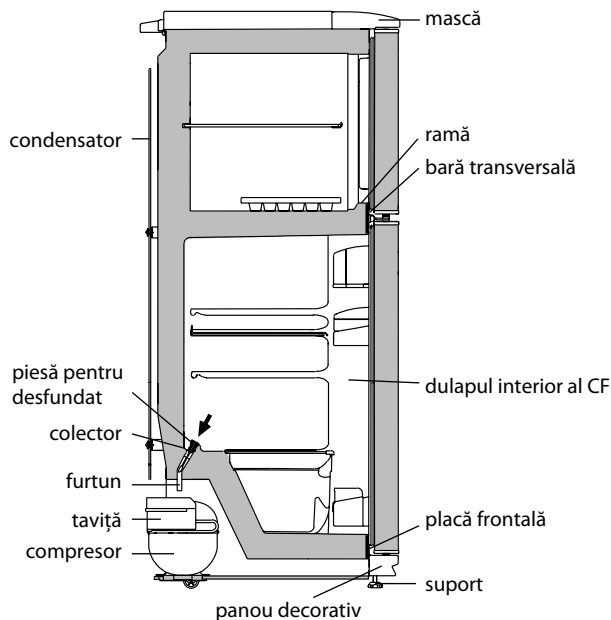

Figura 4 — Schema scurgerii apei provenite din dezghețarea CF
2.2.1 În CF funcționează un sistem automat de dezghețare. Bruma, care apare pe perețele din spate a CF, după deconectarea compresorului care lucrează în ciclu, se topește și se transformă în picături de apă. Picăturile de apă provenită din dezghețare se scurg în colector, apoi prin gaura acestuia și prin furtun - în taviță de pe compresor, în conformitate cu figura 4 și se evaporă.
Prezența apei în colector indică înfundarea sistemului de drenaj. Pentru eliminarea înfundării folosiți piesa corespunzătoare și curățați gaura colectorului, astfel ca apa să se scurgă liber în taviță, apoi spălați piesa și instalați-o în conformitate cu figura 4.
SE INTERZICE să exploatați frigiderul cu sistemul de scurgere înfundat. Apa care a apărut pe fundul CF sau care a ajuns în locul de alăturare a barei transversale și a dulapului interior al CF, în conformitate cu figura 4, poate provoca coroziunea dulapului exterior al frigiderului și elementelor agregatului frigorific, defectarea izolației termice, formarea crăpăturilor dulapului interior și defecțiunea frigiderului.
ATENȚIE! Nu permiteți scurgerea apei provenite din dezgheț din CC la decongelarea și curățarea acestuia, deoarece ea, pătrunzând în locul de alăturare a barei transversale și a ramei CC, în conformitate cu figura 4, poate provoca coroziunea dulapului exterior al frigiderului și a elementelor agregatului frigorific, defectarea izolației termice, formarea crăpăturilor ramei și defectiunea dulapului frigiderului.